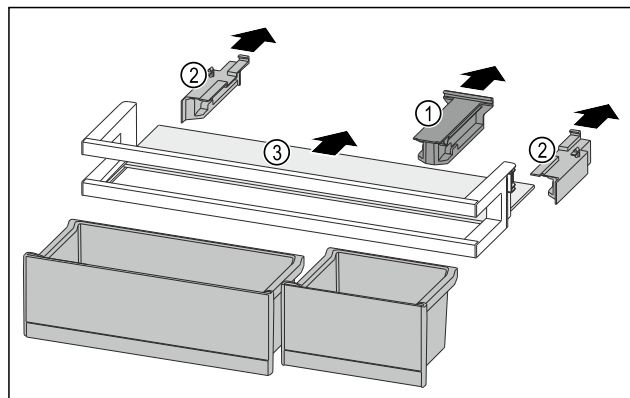

Fig. 198
- Držák Fig. 198 (1) stáhněte.
- Boční díly Fig. 198 (2) stáhněte.
- Odkládací plochu Fig. 198 (3) odeberte.